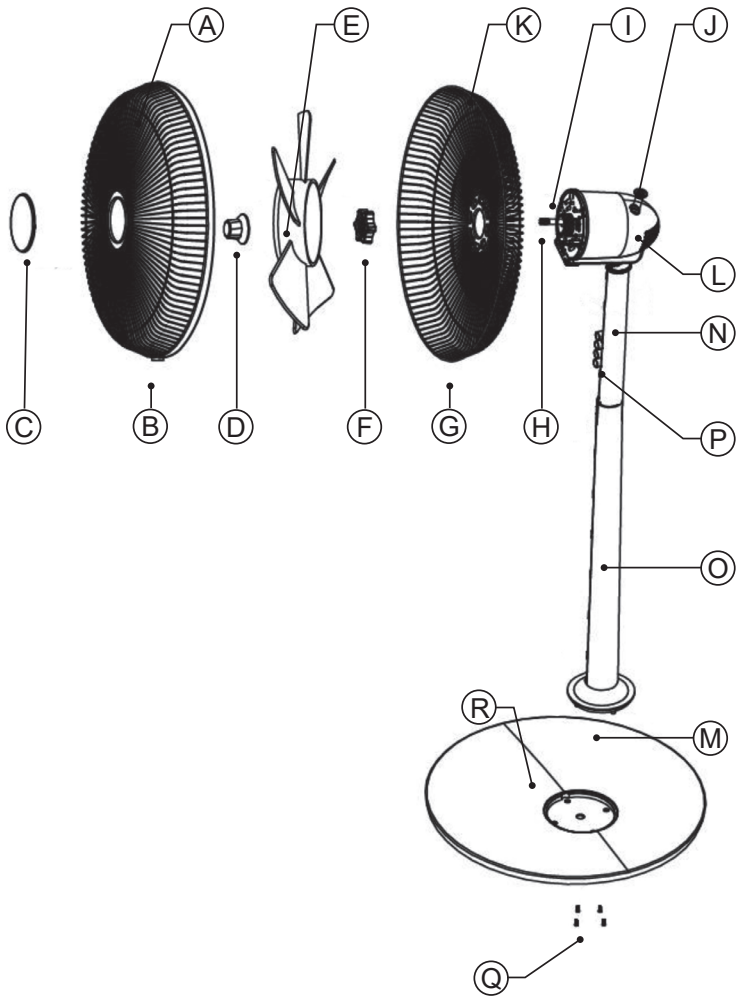

Fig.1
- Insérer le tube inférieur (O) dans le trou de la base (R) en insérant la languette (M) du tube dans la fente du trou de la base (Fig. 1).
- Visser la languette (M) du tube sur la base (Fig. 1).